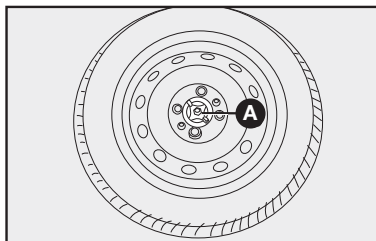

fig. 14
- Coloque la rueda pinchada en el alojamiento de la rueda de repuesto **fig. 14**, fijándola con el seguro **A**.